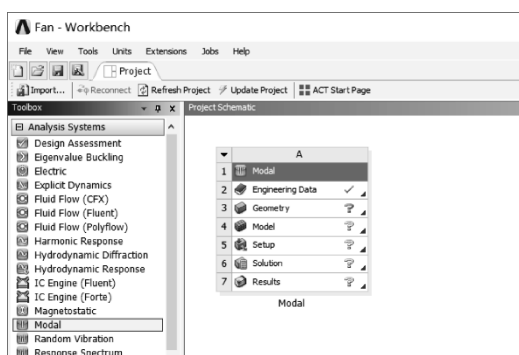

图 4-2 创建模态分析
(1) 在工具箱【Toolbox】的【Analysis Systems】中双击或拖动模态分析【Modal】到项目分析流程图，如图 4-2 所示。
(2) 在 Workbench 的工具栏中单击【Save】，保存项目实例名为 Fan.wbpj。工程实例文件保存在 D:\AWB\Chapter04 文件夹中。